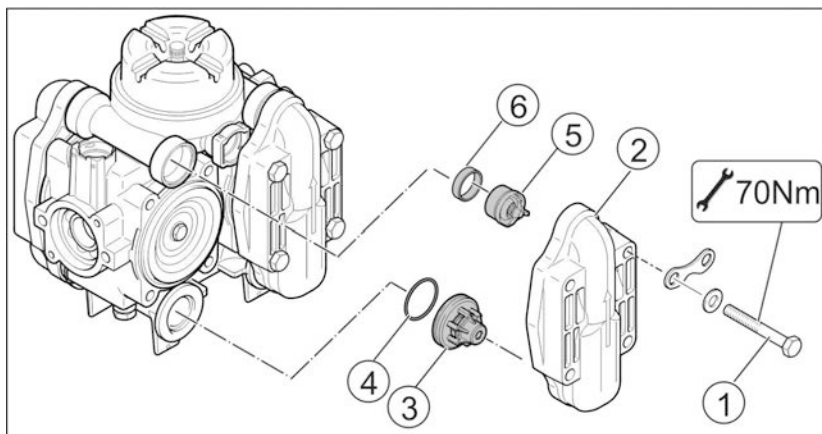

Bild 196
1. Skruva av kåpan (Bild 196/1) från hyttaket.